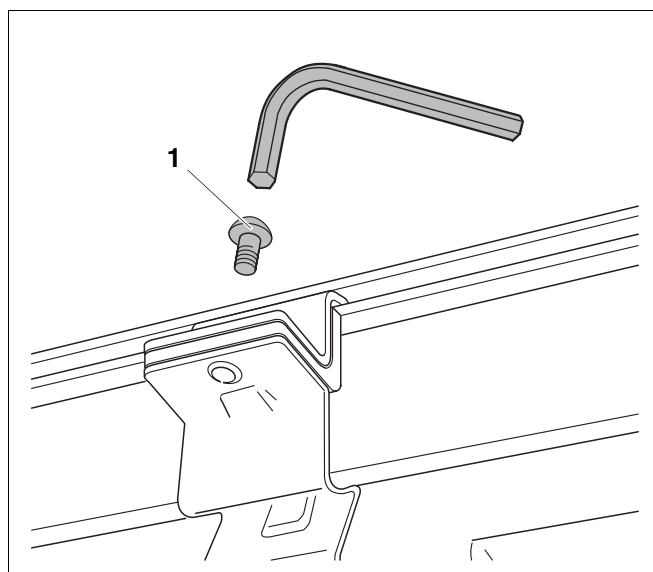

Fig. 9 Fixar o colector
- Aparafuse os grampos do colector com o suporte do colector utilizando o parafuso de cabeça lenticular fornecido (fig. 9, **item 1**).